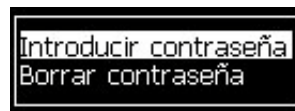
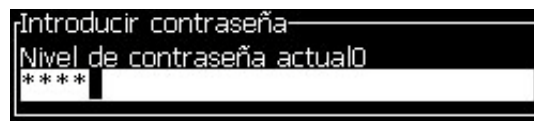

Figura 4-2: Introducir contraseña
Figura 4-3: Nivel 0 de contraseña
- 2 Pulse *Alt + w*. Seleccione la opción *Introducir contraseña* (consulte Figura 4-2) y pulse la tecla *Intro*. Aparecerá la pantalla *Introducir contraseña* (consulte Figura 4-3).